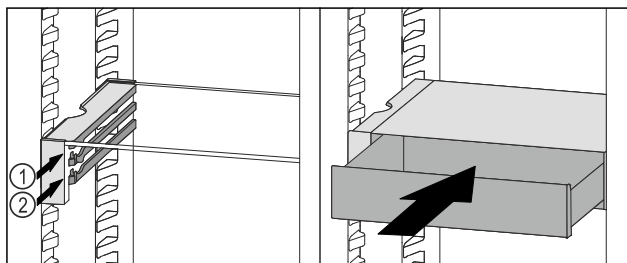

Fig. 95
- Nasadte zásuvku VarioSafe za zářezky na požadovaném žebro Fig. 95 (1) nebo Fig. 95 (2).